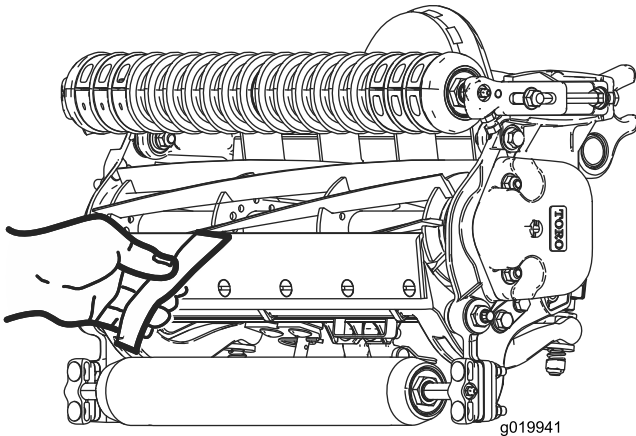

Figura 19
10. Pruebe el rendimiento de corte insertando una tira larga de papel de prueba del rendimiento de corte (Pieza Toro N° 125-5610) entre el molinete y la contracuchilla, perpendicular a la contracuchilla (Figura 19). Gire el molinete **lentamente** hacia adelante; debe cortar el papel.